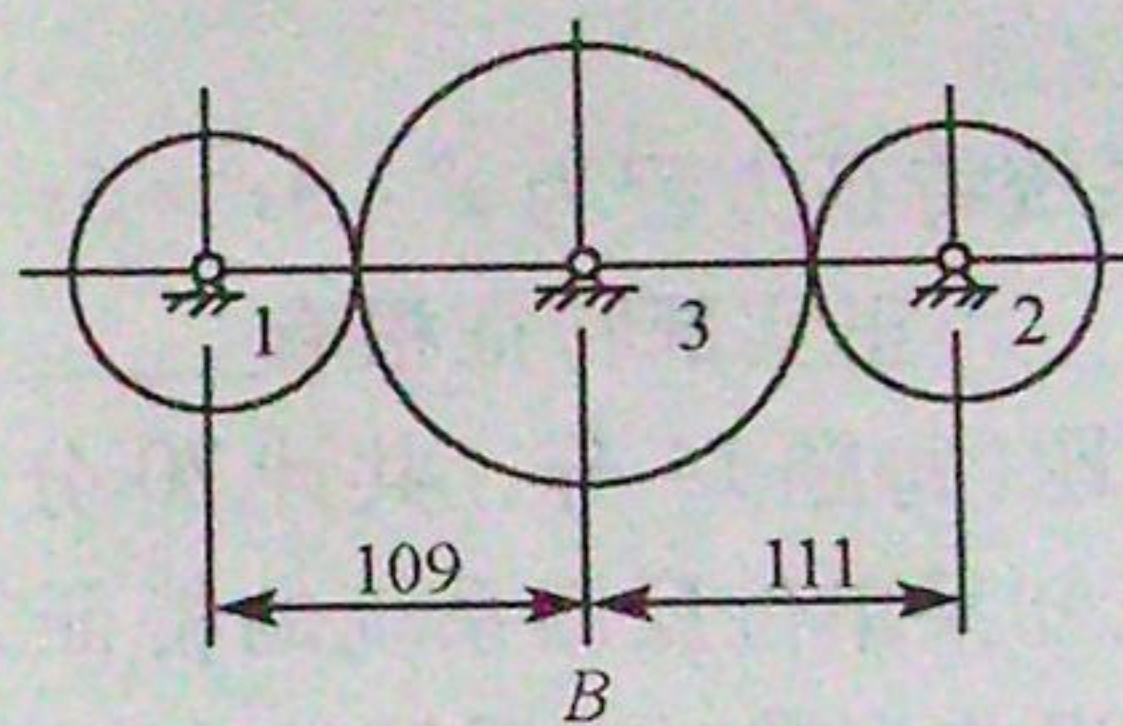

图 2
5. 三个标准渐开线圆柱直齿轮(如图 2 所示), $m = 4\text{mm}$, $\alpha = 20^\circ$, $Z_1 = 18$, $Z_2 = 19$, $Z_3 = 36$, 安装中心距如图所示。齿轮 3 的分度圆半径 $r_3 =$ _____。齿轮 3 的节圆半径 $r'_3 =$ _____。(保留一位小数)